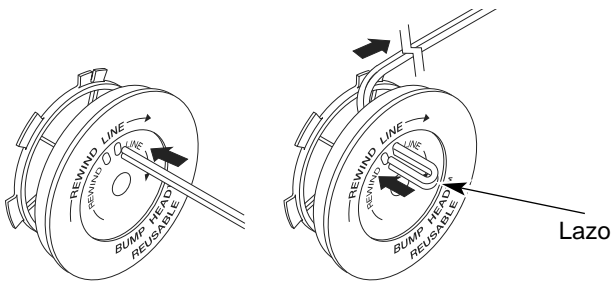

Fig. 21
8. Tome aproximadamente 2.7 m (9 pies) de nueva línea de corte. Inserte un extremo de la línea a través de uno de los orificios del carrete interior (Fig. 21). Pase la línea a través del carrete interior hasta que queden solo 4 pulgadas fuera.
9. Inserte el extremo de la línea en el orificio abierto del carrete interior y tire de la línea en forma ajustada a fin de que el lazo sea lo más pequeño posible (Fig. 21).